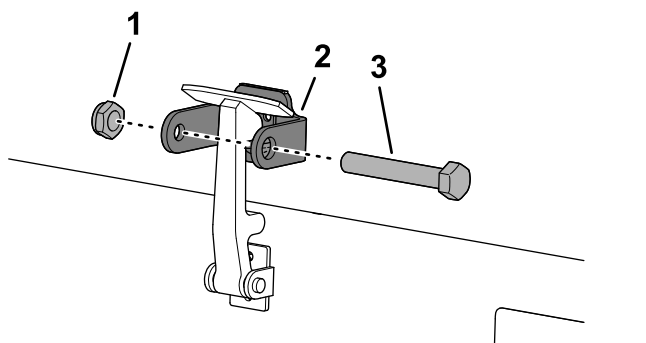

Figure 37
8. Vissez le boulon dans l'autre bras du support de loquet pour bloquer le loquet en position (Figure 37).